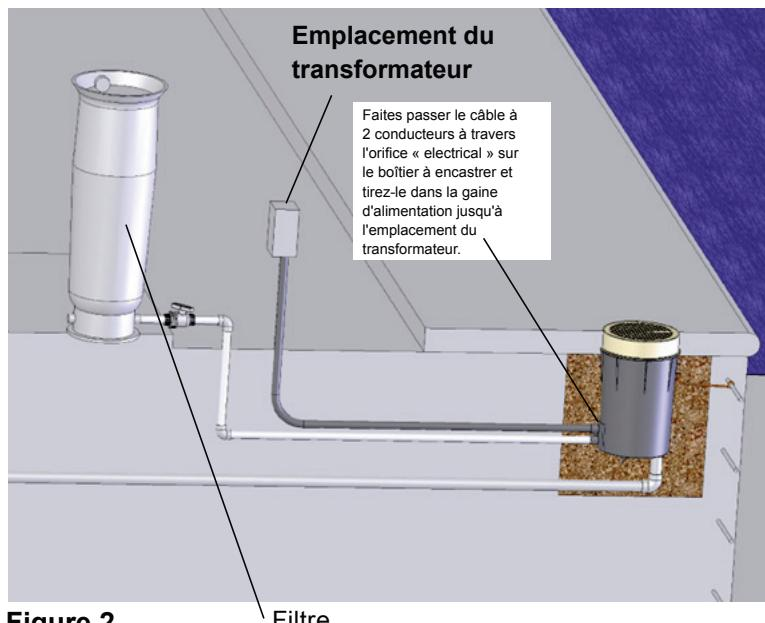

Figure 2
- Faites passer le câble à 2 conducteurs à travers l'orifice « electrical » sur le boîtier à encastrer et tirez-le dans la gaine d'alimentation jusqu'à l'emplacement du transformateur. (Figure 2). Prévoyez 1 mètre de mou au niveau du boîtier à encastrer afin de permettre la maintenance du Laminar.